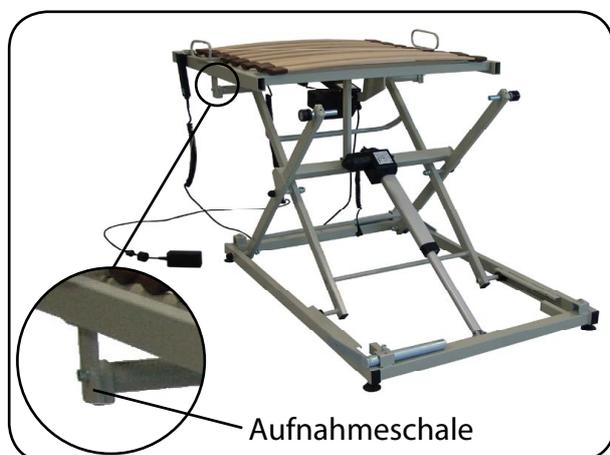

Abb. 6.1.05 - Montage Kopfauflage
- Schrauben Sie die zwei zuvor entfernten Zylinderkopfschrauben M8 x 16 mit Federscheibe seitlich in die Aufnahmeschalen (Abbildung 6.1.05).